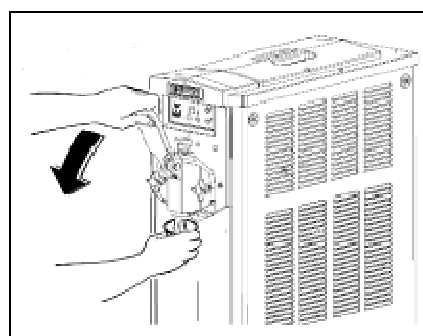

Fig. 5
- **S**vuotare il cilindro e ripetere le stesse operazioni finché dallo stesso non esca acqua limpida (fig.5).